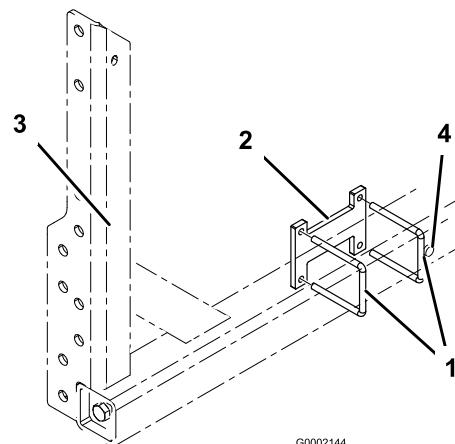

図 2
- U ボルト (2本) とスペーサを、ブーム・フレームに、図 2 に示すように取り付ける。このアセンブリをブーム・フレームの